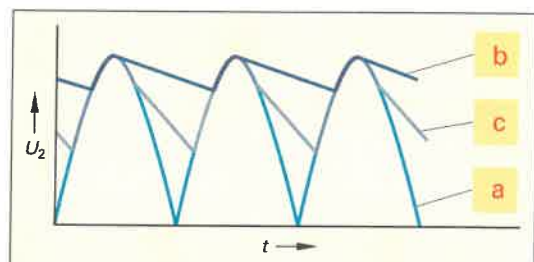

Bild 2: Ausgangsspannung Brückengleichrichter
5. Kennzeichnen Sie die Ausgangsspannung (**Bild 2**)